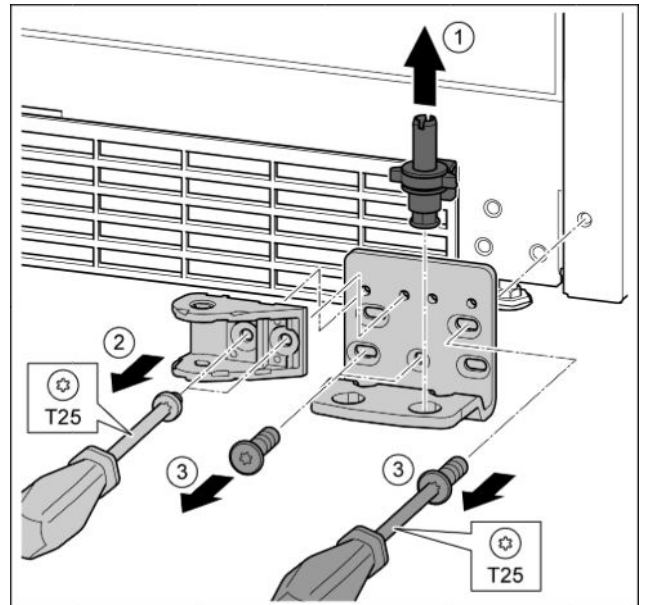

Fig. 27
- ▶ Lagerbolzen komplett nach oben herausziehen. Fig. 27 (1)
- ▶ Schrauben mit Schraubendreher T25 herausdrehen und Lagerbock abnehmen Fig. 27 (2)
- ▶ Schrauben mit Schraubendreher T25 herausdrehen und Lagerbock abnehmen. Fig. 27 (3)